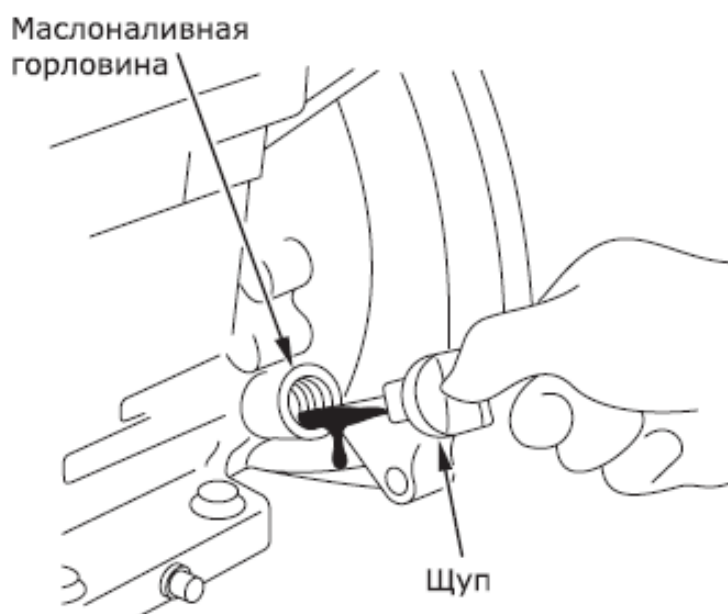
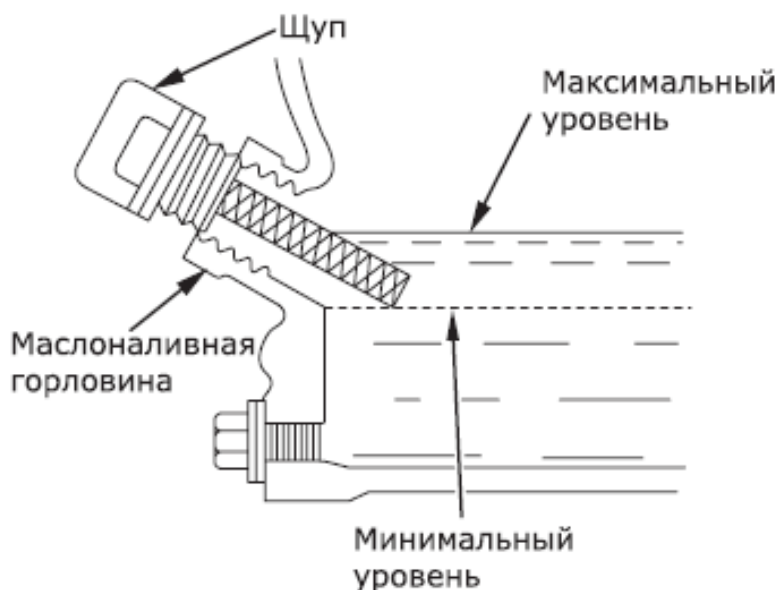

Рис. 3 – Контроль уровня масла в картере двигателя
Рис. 4 – Заполнение маслом картера двигателя
Каждый раз перед запуском двигателя и через каждые пять часов работы двигателя проверяйте уровень масла. Поддерживайте уровень масла между отметками Min и Max на масляном щупе или по краю маслоналивной горловины (рис. 3, рис. 4).
- извлеките масляный щуп, проверьте уровень масла. Если уровень масла низкий, медленно долейте масло до нужного уровня по меткам на щупе или краю маслоналивной горловины (рис. 4);